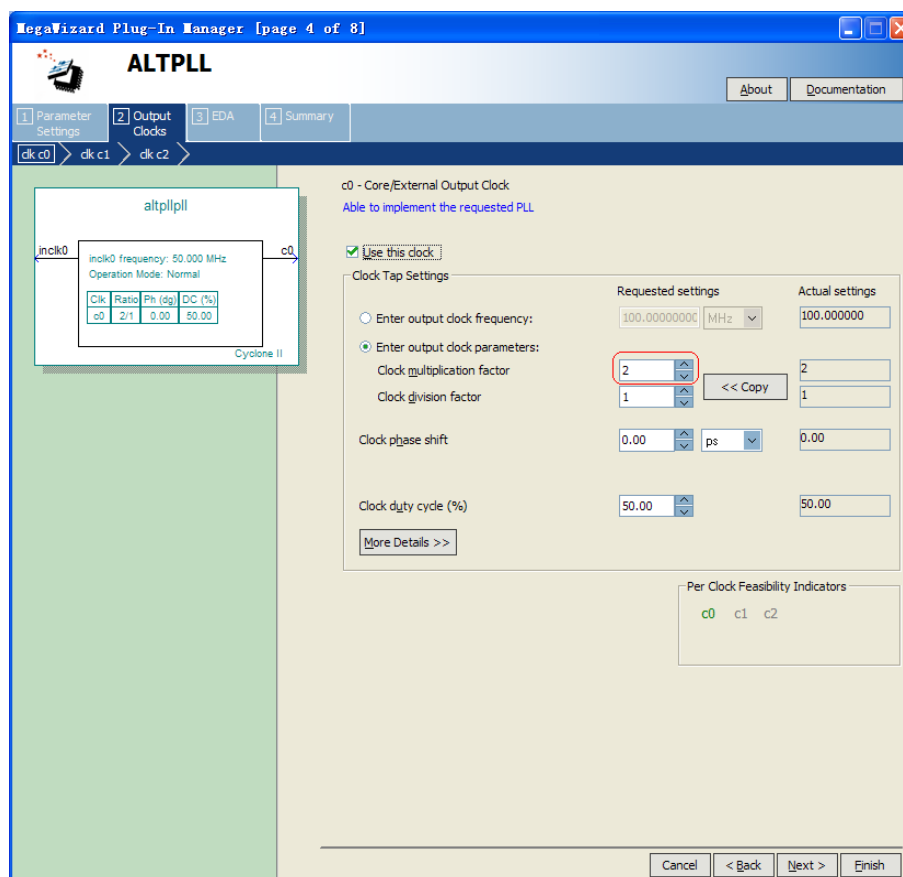
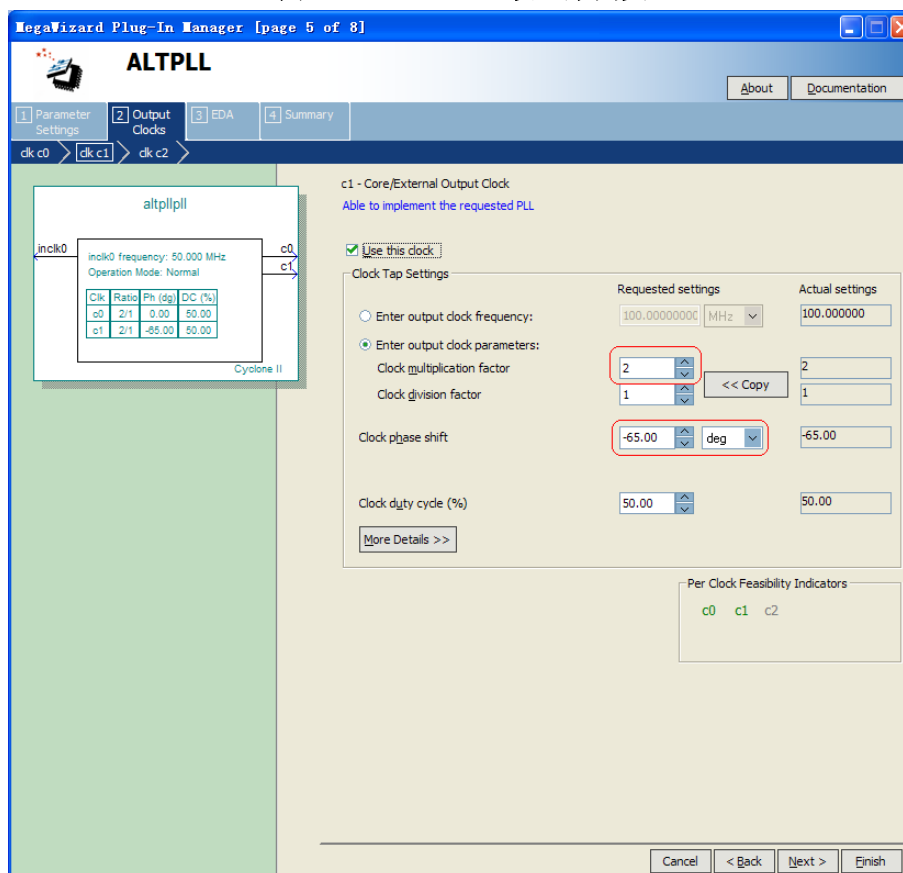

图 10-7 ALTPLL 设置第四页
图 10-8 ALTPLL 设置第五页
13. 来到第一个输出时钟的设置, 倍频选 2, 即给系统时钟 100MHz, 如图 10-7。第二个输出时钟设为一个负 65 度相位的 100MHz 时钟, 给 SDRAM, 如图 10-8。